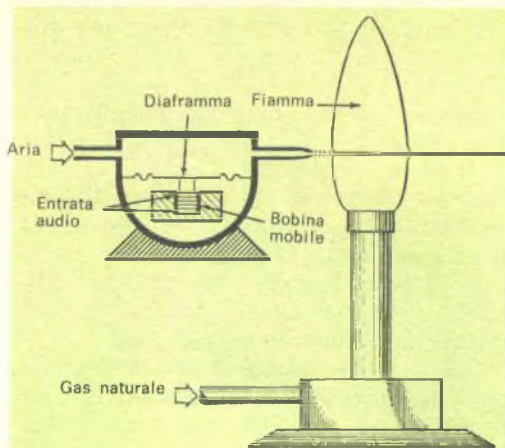

Fig. 1 - Il modulatore meccanico originale era composto dal meccanismo di un altoparlante e dalla fiamma fornita da una lampada Bunsen.
**Montaggio sperimentale** - Wayne Babcock, il quale ha eseguito la maggior parte del montaggio sperimentale, racconta: « Un giorno, circa due anni fa, uno dei nostri colleghi venne da noi e ci chiese se potevamo simulare la fiamma di scarico di un razzo. L'idea era di introdurre suoni in un punto del sistema di propulsione a scarico e di prelevarli da un altro punto per capire meglio la relazione tra la combustione del razzo ed il rumore. Speravamo di scoprire cosa ci potevamo rivelare vari rumori circa il comportamento interno dei razzi, ed anche, soprattutto, se certe risonanze interne indesiderabili potevano essere rivelate analizzando i rumori dallo scarico infiammato ». Il primo-montaggio di Babcock fu puramente meccanico (fig. 1); vicina ed al livello della parte visibile di una fiamma a gas naturale di una lampada Bunsen, egli pose un' "unità di modulazione", consistente nella bobina mobile di un altoparlante fissata ad una camera d'aria, i cui lati flessibili potevano essere messi in vibrazione dalla stessa bobina mobile. Se
Fig. 1 - L'apparecchio può essere alimentato sia a rete sia con batteria da 45 V. La sua realizzazione è facile, in quanto non vi sono né collegamenti né parti critiche.
**Costruzione** - Il circuito, il cui schema è riportato nella *fig. 1*, può essere racchiuso in una scatoletta di plastica o di metallo. La disposizione delle parti non è critica e tutti i componenti possono essere fissati al pannello frontale, come si vede nella *fig. 2*. Questo metodo costruttivo rende facile il montaggio, i collegamenti e, se mai sarà necessario, l'eventuale riparazione. Se usate una scatoletta metallica, assicuratevi che nessun componente tocchi la custodia stessa, causando cortocircuito.
Per facilitare l'identificazione dei terminali d'uscita, usate filo isolato rosso per il terminale d'alta tensione e filo isolato nero per il terminale di massa (*fig. 1*). La lampadina spia di rete (I1) deve essere racchiusa in una gemma rossa, mentre la lampadina spia che indica il funzionamento (I2) deve essere racchiusa in una gemma di colore diverso, per esempio arancione. La lampadina I3 è montata nella scatola e perciò non richiede gemma di montaggio.